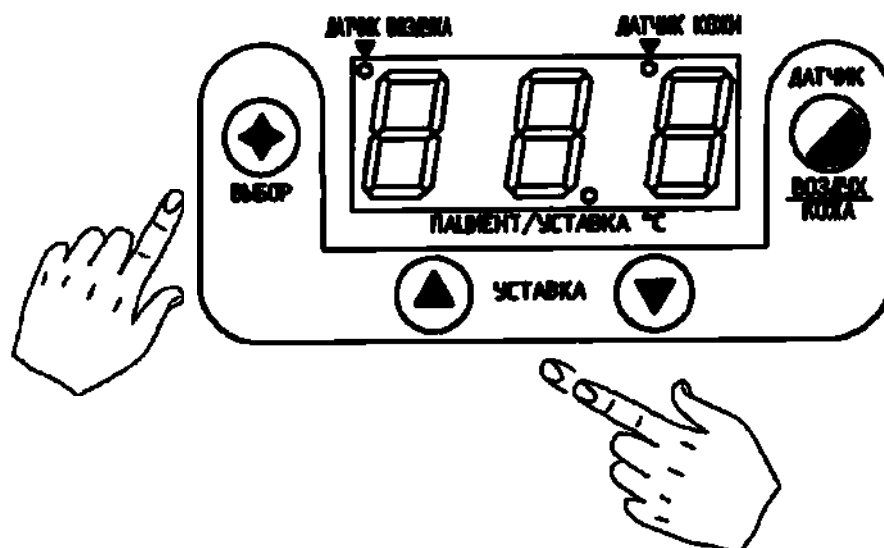

Рисунок 27
1.5.7 Для изменения значений установки необходимо нажать кнопку ВЫБОР управления температурой и, удерживая ее в нажатом положении, однократно нажать кнопку УВЕЛИЧИТЬ или УМЕНЬШИТЬ (рисунок 27). При этом на индикаторе отображается значение установки с частотой мерцания 1 Гц. В случае удержания кнопки УВЕЛИЧИТЬ или УМЕНЬШИТЬ в нажатом состоянии показания установки начнут изменяться автоматически. Диапазон установки для режима управления по температуре воздуха от плюс 30 °C до плюс 39 °C, по температуре кожи от плюс 35 °C до плюс 38 °C. При работе в режиме управления по температуре кожи для установки выше плюс 37 °C необходимо повторно нажать кнопку увеличения значения установки и держать ее не менее 5 сек.